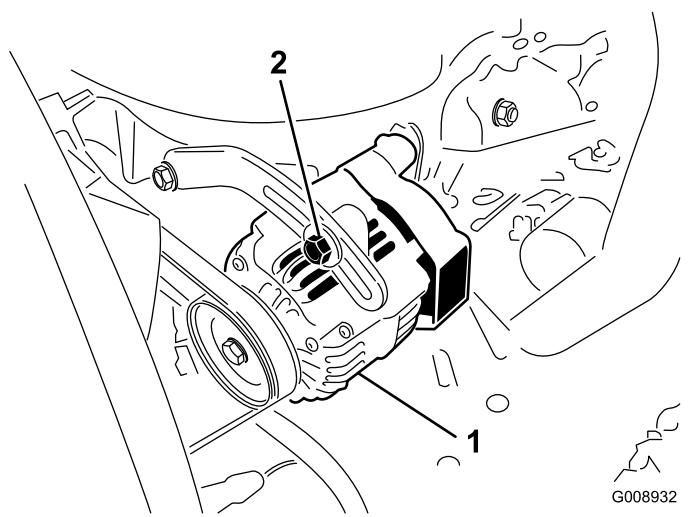

図 55
オアウタネータのベルト図 55 は100運転時間ごとに点検します。
2. たわみが10 mm程度でない場合には、オルタネータ取り付けボルト図 55 をゆるめる。適当な張りに調整してボルトを締める。ベルトのたわみが適切に調整されたことを確認する。